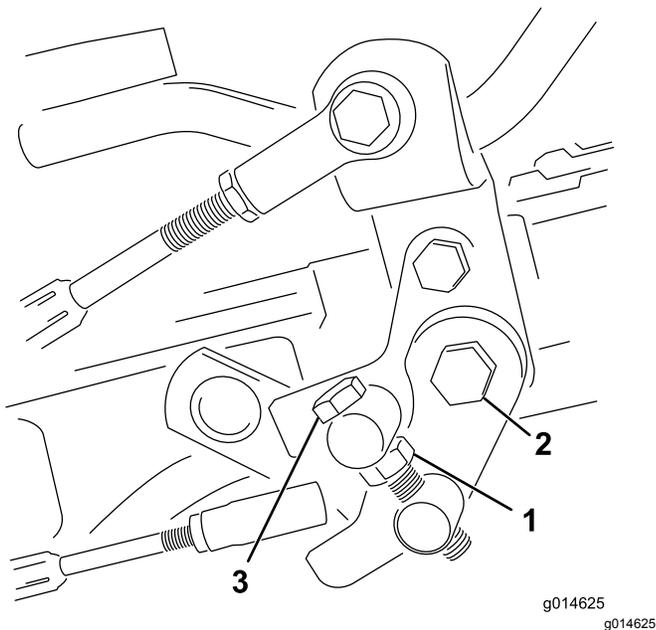

图46
1. 松开枢轴螺栓上的锁紧螺母 图46。
4. 上紧枢轴螺栓上的锁紧螺母和踏板枢轴上的螺母锁定调整图46。检查调整情况并按需要调整。